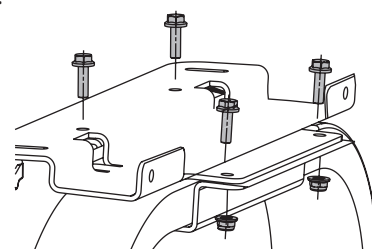

Figure 5
3. Insérez les 4 boulons (article n° 1) dans les trous indiqués et vissez-y les 4 écrous (article n° 4). Voir la Figure 5.